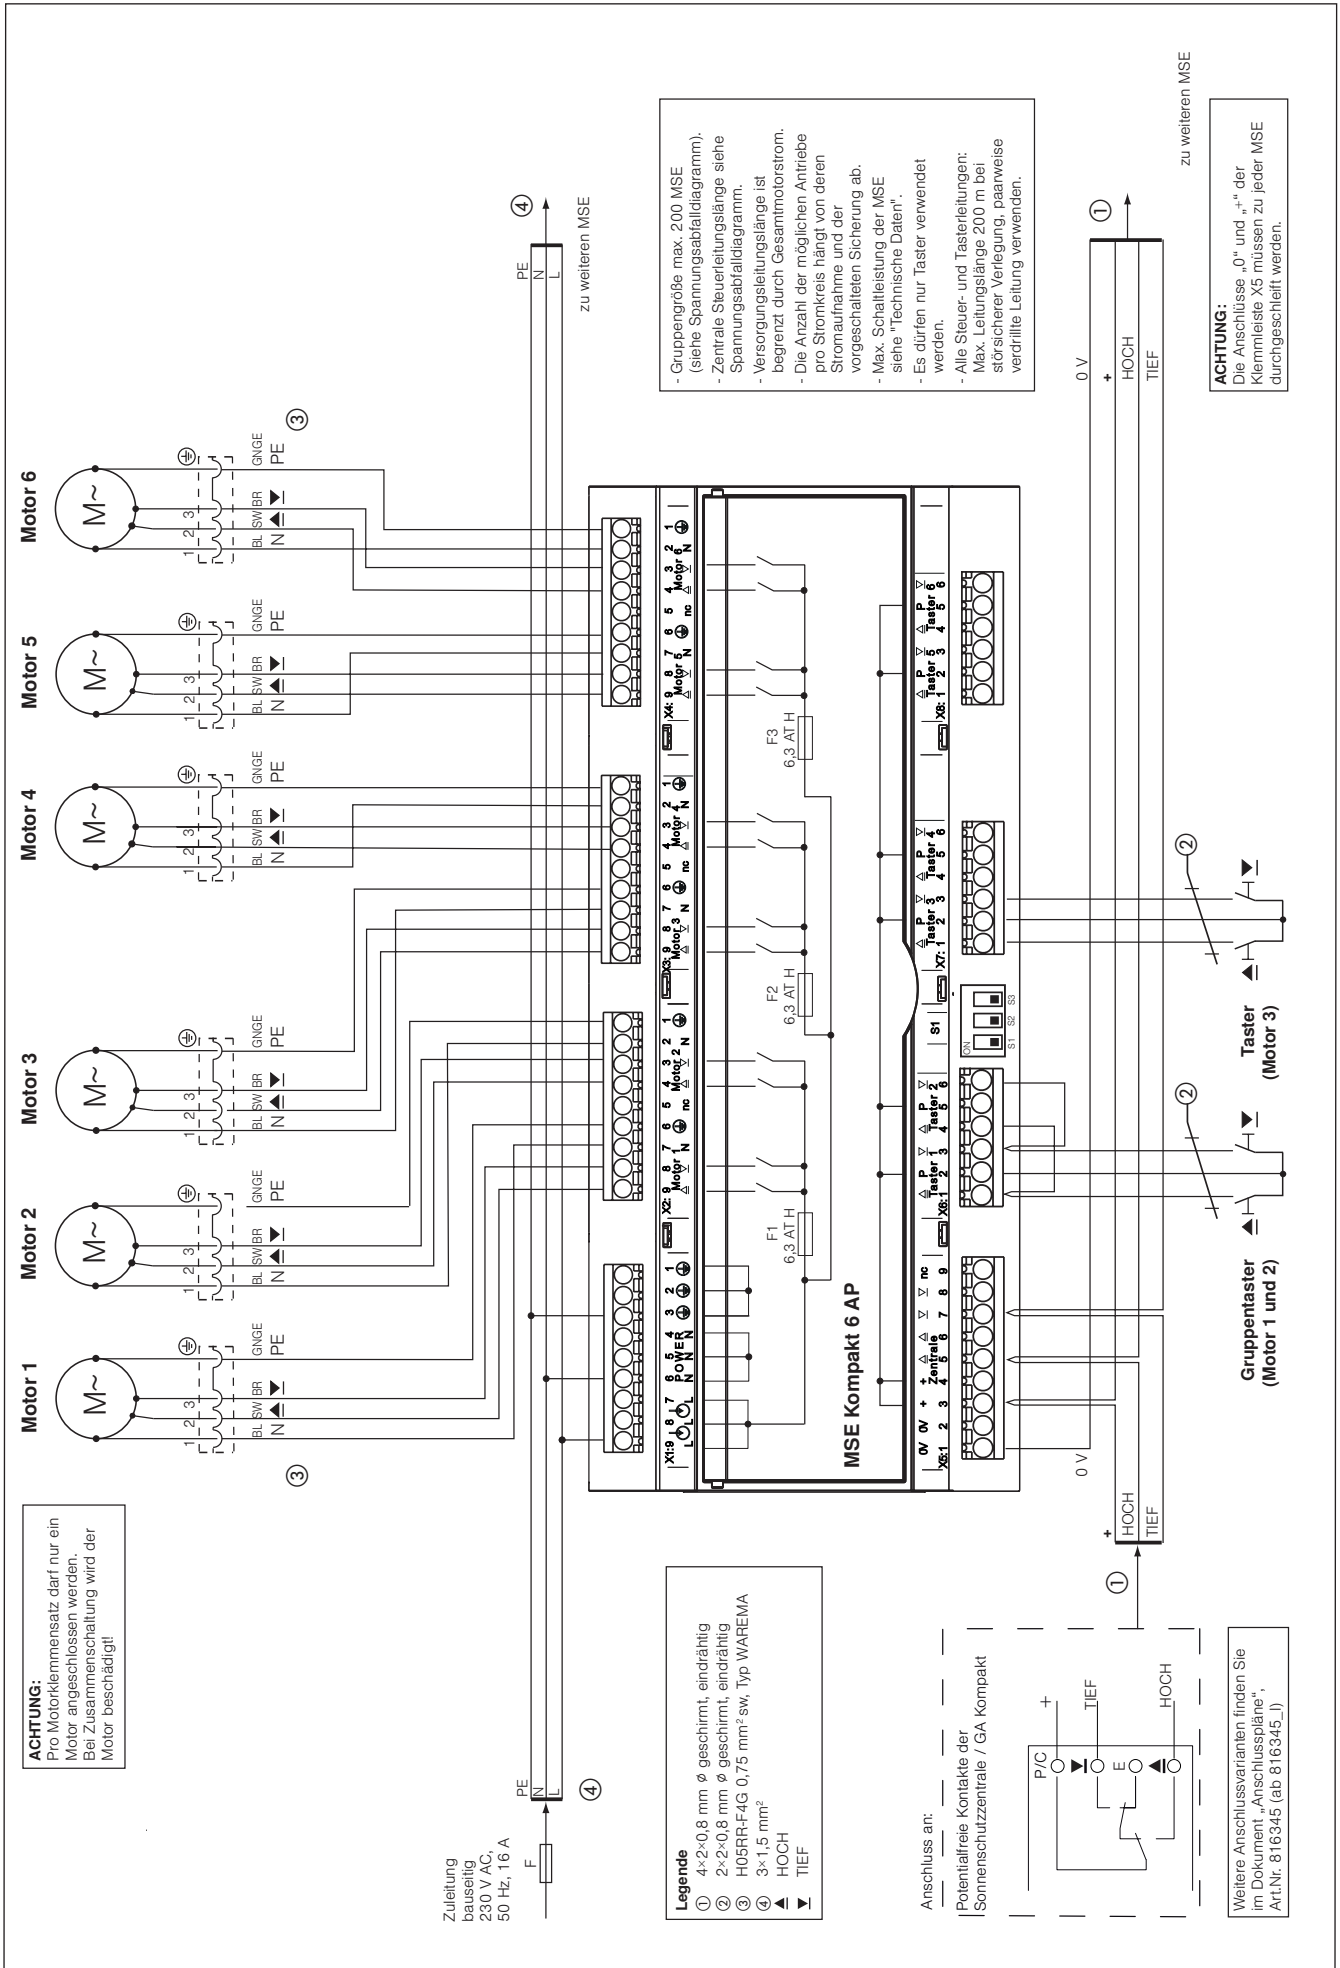

Abb. 5 Anschlussbeispiel MSE Kompakt 6 AP
- Der elektrische Anschluss der Motorsteuereinheit erfolgt nach umseitigem Anschlussplan (s. Abb. 5).